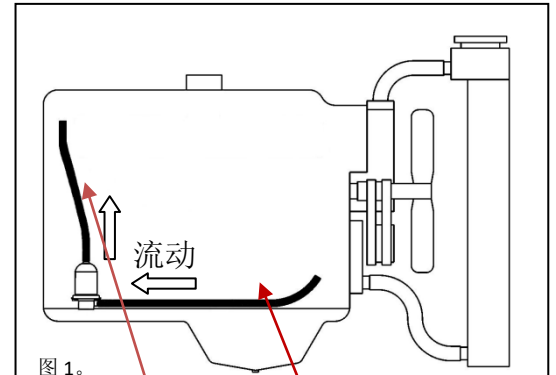
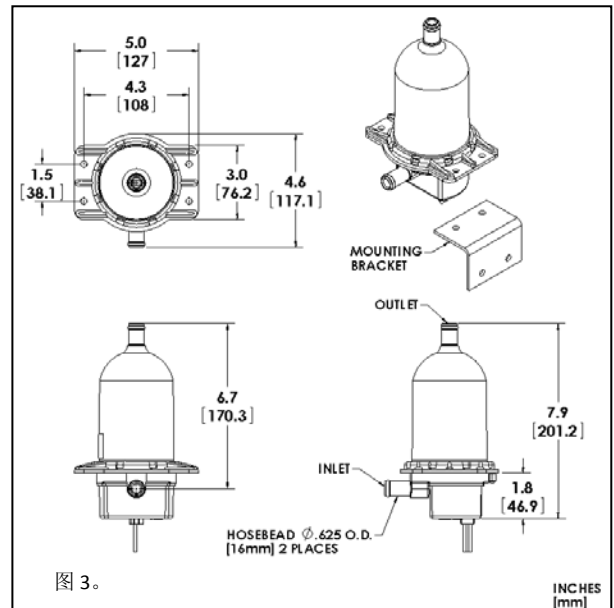

图 1。
图 3。
选择装配位置之前, 考虑以下各项的影响: 装配地点、加热器入口和出口端口、发动机冷却液端口、软管和电气接线的布线。本加热器的供液软管和发动机的回液软管最好应位于发动机的同一侧, 且应尽量分开、离得越远越好, 而且冷却液回液口应高于冷却液供液口。这样, 整个发动机的热分布就可以实现最大化。见图 1。
- 使用提供的硬件, 将加热器装配在发动机框架或垫木上, 确保加热器出口尽量靠近冷却液返回发动机的位置的正下方, 确保本加热器位于水套的最低点下方。见图 1、图 3。